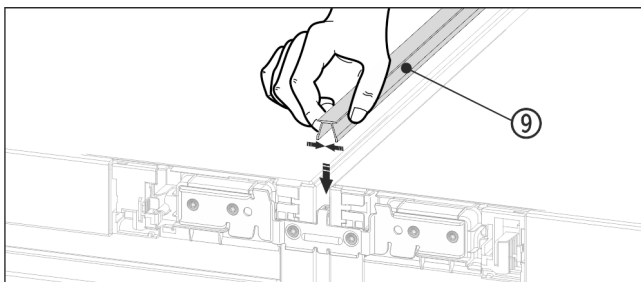

Fig. 20
- ▶ Tryk den korte afdækningsliste Fig. 20 (9) ind i den vandrette spalte på oversiden.